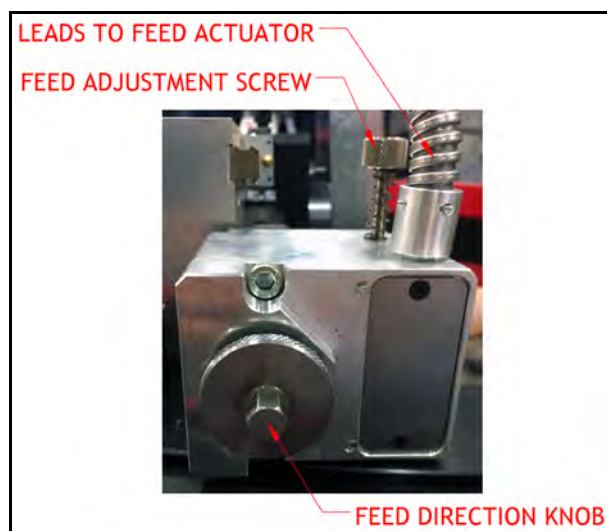

Рисунок 3-13. РЕГУЛИРОВКА ПОДАЧИ
2. Установите направление подачи, выполнив шаги, указанные на Рис. 3-13.: